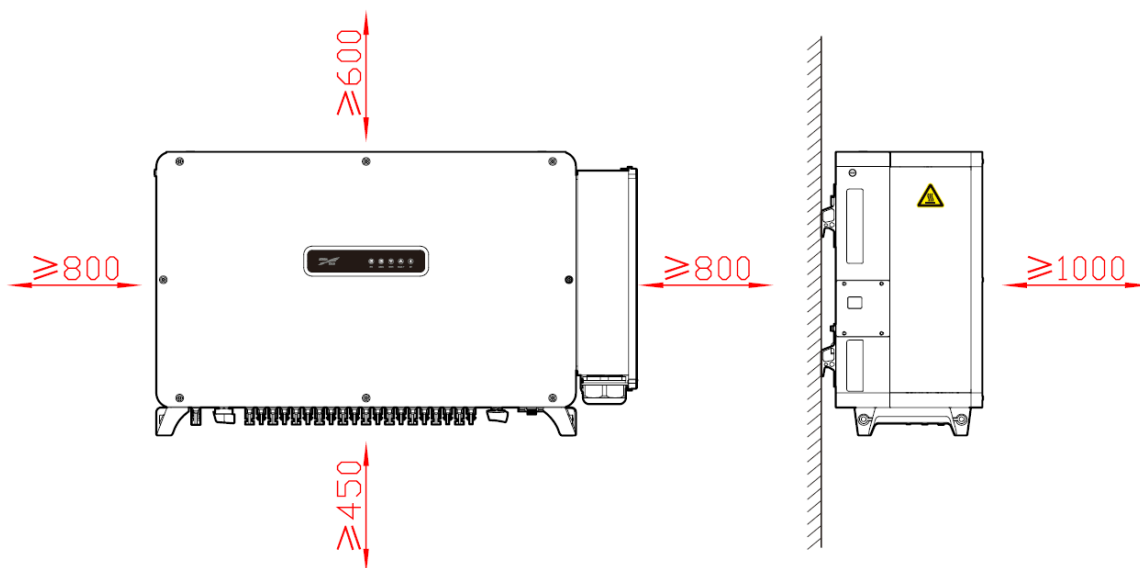

Figura 3-4 Espaço de instalação
- Mantenha um espaço de pelo menos 800 mm do lado esquerdo e do lado direito do inversor em relação a outros objetos, pelo menos 600 mm da parte superior do inversor ao teto e pelo menos 450 mm da parte inferior do inversor ao aterramento. Isso ajuda na dissipação de calor ou manutenção, conforme mostrado na Figura 3-4.